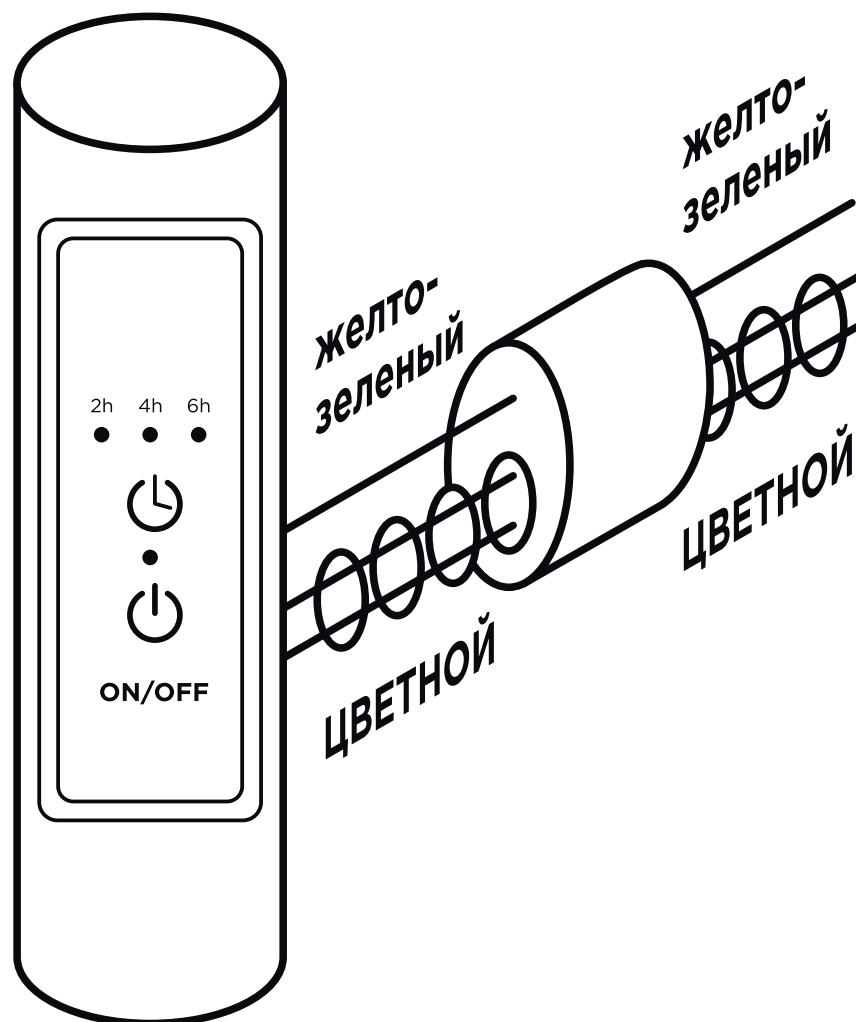

Рисунок 1
- остальные два провода подключаются в независимости от цвета к «фазе» и «ноль» (смотри рис.1).